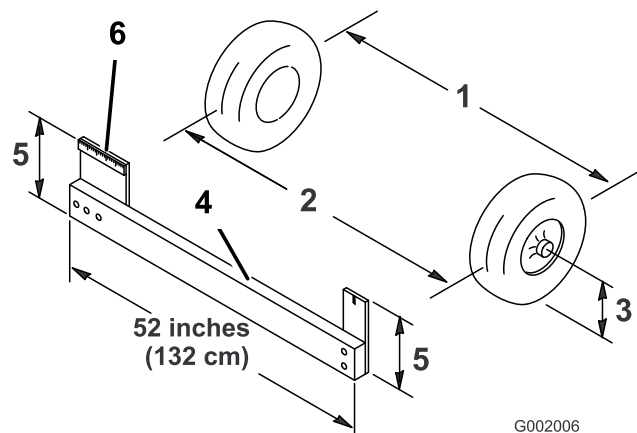

Figura 59
4. Mida la distancia entre los neumáticos delanteros a la altura del eje, en la parte delantera y trasera de las ruedas (Figura 59). Es necesario utilizar una plantilla
para medir la distancia entre la parte trasera de las ruedas delanteras a la altura del eje. Utilice la misma plantilla para medir con precisión la parte delantera de las ruedas delanteras a la altura del eje (Figura 59).